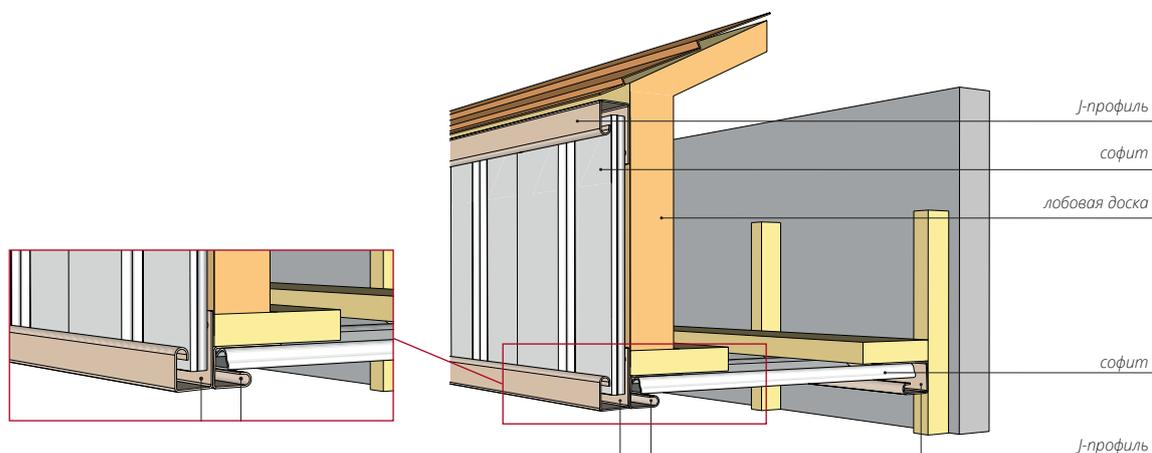

Рисунок 89
- 20.3** Наружный угол, описанный в п.20.2, можно заменить совмещенными между собой двумя J-профилями (рис. 89).